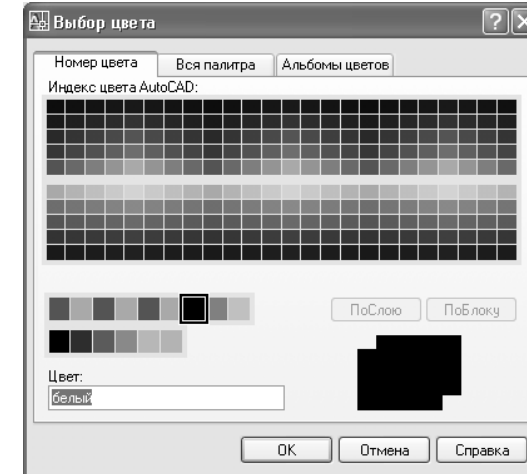

Рис. 6.5 ▼ Вкладка **Номер цвета (Index Color)** диалогового окна **Выбор цвета (Select Color)**
**мер цвета (Index Color)** этого диалогового окна (рис. 6.5) и введите в строке **Цвет (Color)** значение **164**, после чего текущим станет темно-синий цвет.